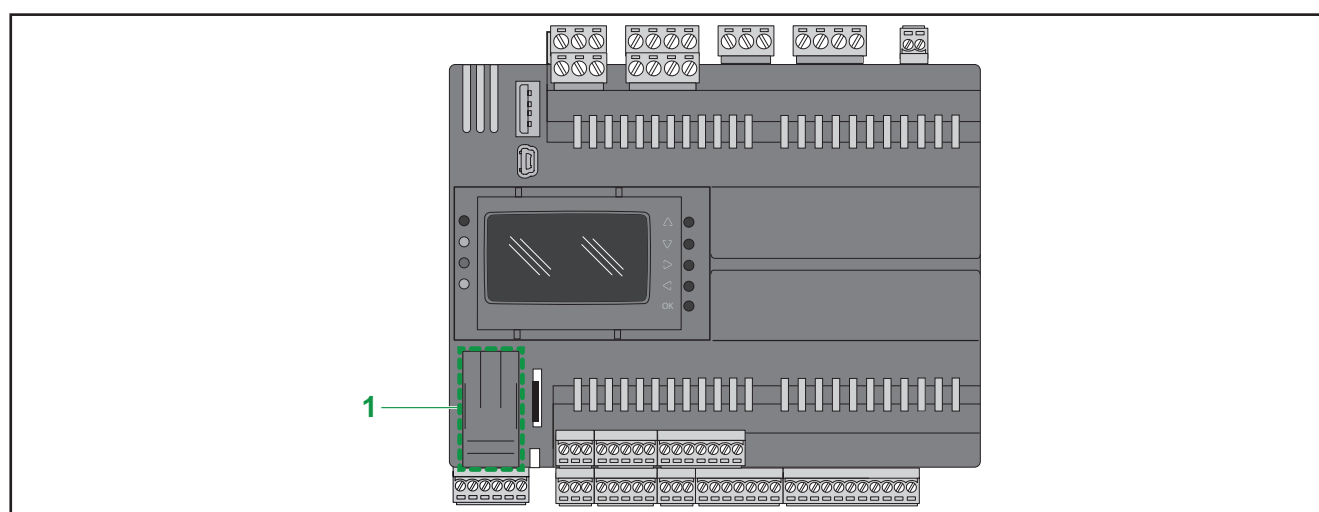

Fig. 50. EWCM 9000 PRO (HF): Tapa de servicio para batería
Los controles para centrales compresor CO2 **EWCM 9000 PRO (HF)** tienen una tapa amovible (ver 1 en **Fig. 50 en la pág. 74**) ubicada sobre el lado inferior izquierdo del frente. Detrás de la tapa de servicio hay un alojamiento para batería y un conector macho de 5 polos (reservado). Para sustituir la batería interna, contactar con la asistencia técnica Eliwell.